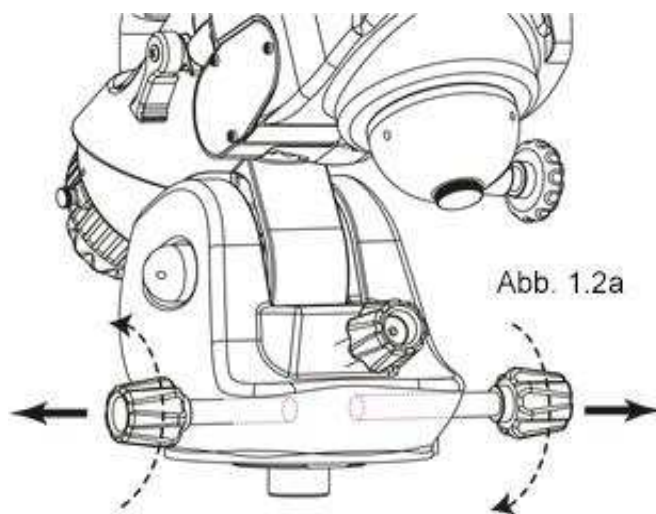

Abb. 1.2a
1. Schrauben Sie die beiden Knebelschrauben auseinander. (Abb. 1.2a)